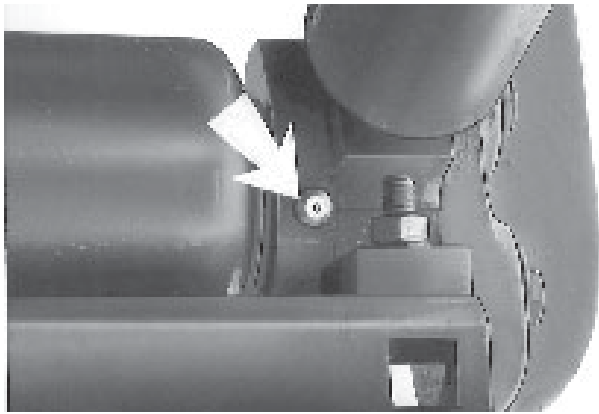

Fig. 1
1. Lubricate the rear rolls (Fig. 1) with shell Darina R2 grease or equivalent. Rotate the roll continuously during lubrication.
1. Smeer de achterste rollen (Afb. 1) met Shell Darina R2 vet of gelijksoortig produkt. Tijdens het smeren de rol voortdurend ronddraaien.
1. Lubrifiez les rouleaux arrière (Fig. 1) avec de la graisse Shell Darina R2 ou équivalente. Faites tourner ces rouleaux pendant toute la durée de cette lubrification.